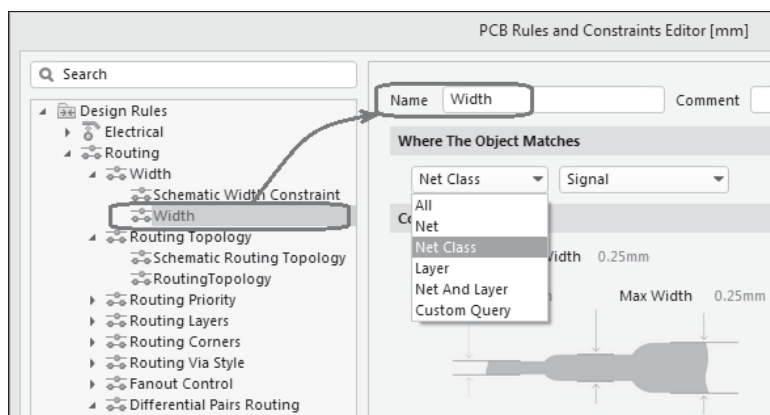

Рис. 5.5. Назначение области действия правила
1. В диалоговом окне **PCB Rules and Constraints Editor** выберем в ветви **Routing | Width** узел **Width** (рис. 5.5) и установим значение ширины проводника 0,25 мм.
4. Запрос на распространение действия правил может быть более сложным. Например, цепь, переходящая со слоя на слой, может прокладываться на разных слоях печатными проводниками разной ширины. В этом случае нужно в выпадающем списке окна, показанного на рис. 5.5, выбрать опцию **Net And Layer**, во
1. В дереве правил диалогового окна **PCB Rules and Constraints Editor** (см. рис. 5.5) выберем узел **Width** (Ширина), щелчком правой кнопки мыши вызовем контекстное меню и выберем в нем команду **New Rule**. В дереве правил образуется новый узел **Width\_1**.